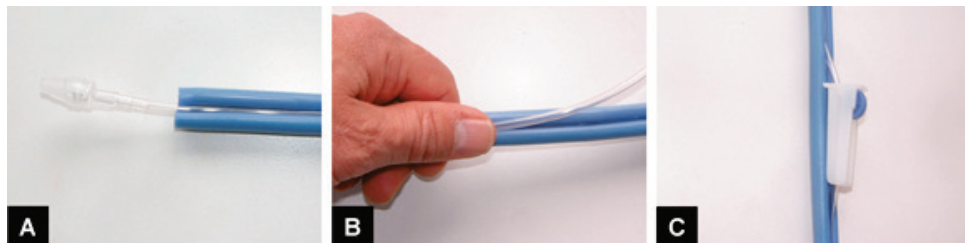

Imagen 8 Colocación de la prolongación para infusión
2. Comience la inserción del tubo de infusión, en el extremo libre del perfil térmico, aproximadamente 3-5 cm detrás de la conexión atornillada con cierre Luer (Imagen 8 A) del juego de infusión.
3. Empuje el tubo de la infusión con el pulgar para que encaje en la ranura del perfil térmico (Imagen 8 B).
4. Se consigue una transmisión óptima del calor colocando el mayor número posible de tubos de infusión en el perfil térmico. Se pueden colocar pinzas de rodillo en cualquier tramo del perfil térmico (Imagen 8 C).